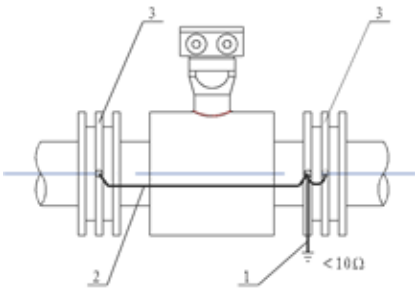

Figura 7.
- 3) Si el medidor de flujo es instalado en tubería de plástico, es de suma importancia contar con la conexión a tierra. Esta instalación requiere de un anillo para tierra, para cada uno de los extremos del medidor. El cable que se use deberá conectar las bridas del medidor con los anillos y a su vez con una tierra física, como se muestra en la figura 7.